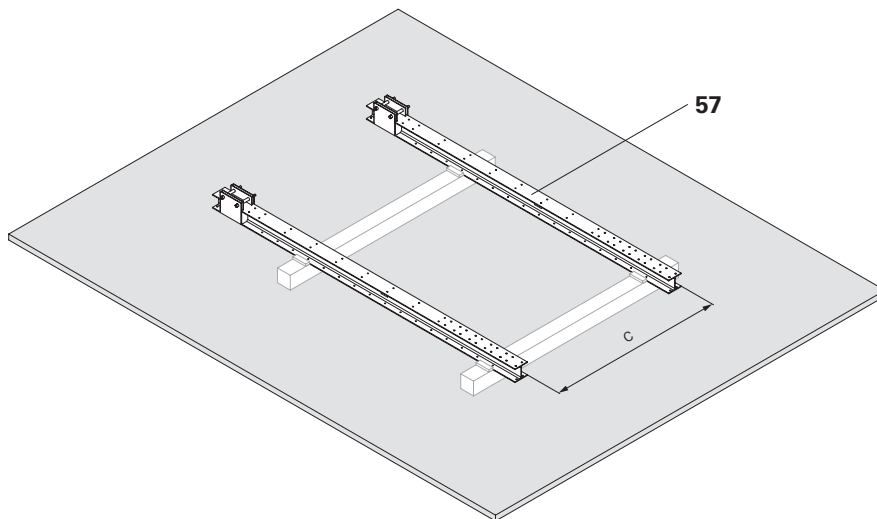

Fig. B9.07
1. Posizionare il montante piattaforma 5900 IPBL 240 ACS (**57**) su travetti squadri, rispettando la distanza mensola. (Fig. B9.07)